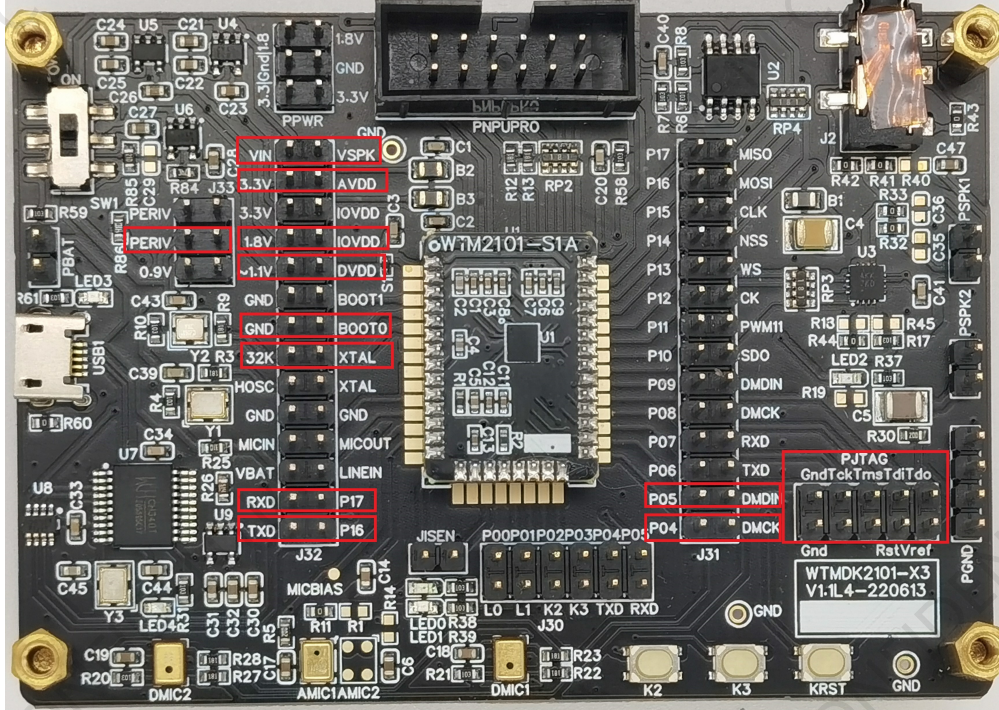

图1. 硬件连接参考图
1. 参考硬件接线图1连接各个跳线（包含参考供电，JLink等连接）